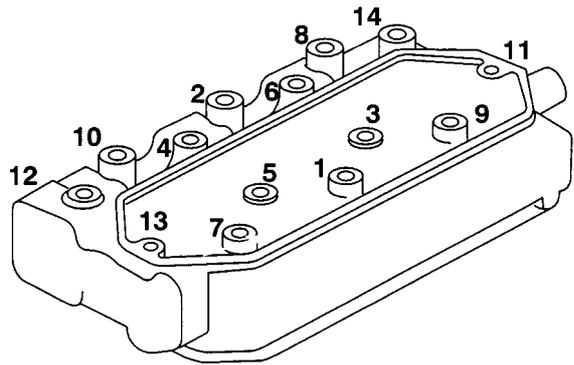

Figure 24
2. Serrer les vis de culasse à 34 Nm, dans l'ordre indiqué à la Figure 24.